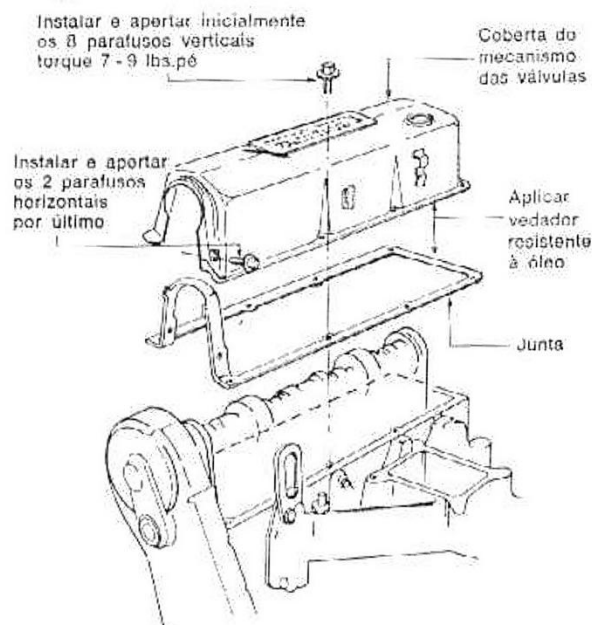

fig. 13 — instalação da cobertura do mecanismo das válvulas
Instruções para remoção e instalação da cobertura do mecanismo das válvulas e/ou junta estão contidas na fig. 13.
Seguir as instruções contidas na fig. 13 para a correta instalação da cobertura do mecanismo das válvulas.
4. Instalar a coberta do mecanismo das válvulas conforme instruções contidas na fig. 13.